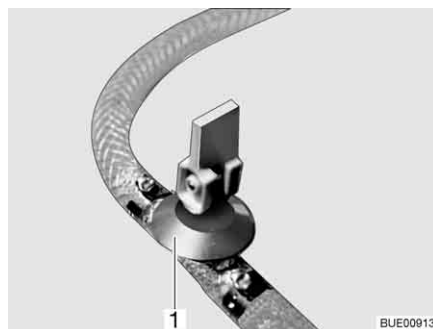
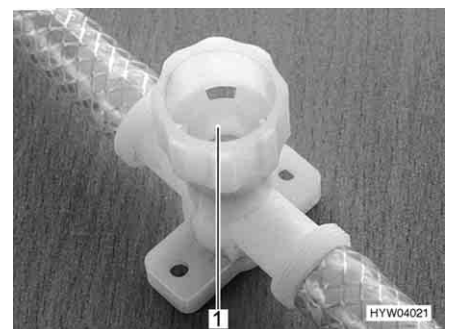

Bild 158 Ablasshahn (mit Kipphebel)
Bild 159 Ablasshahn (mit Drehkappe)
- Alle Ablasshähne öffnen. Dazu den Kipphebel des Ablasshahns (Bild 158, 1) senkrecht stellen oder die Kappe des Ablasshahns (Bild 159, 1) entgegen dem Uhrzeigersinn drehen.